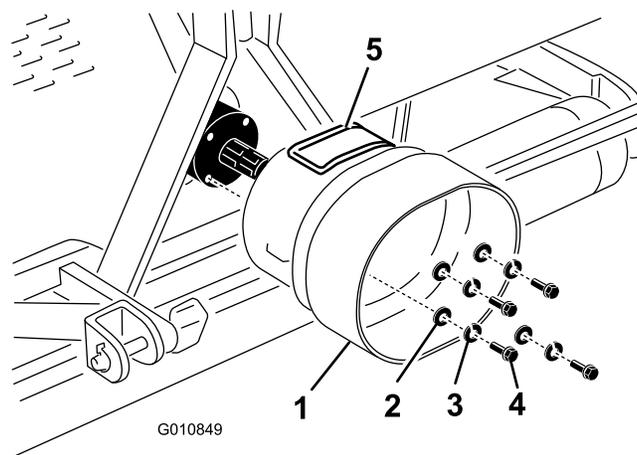

Рисунок 22
1. Отверните 4 болта, снимите стопорные шайбы и плоские шайбы, которые крепят заднюю часть редуктора азэратора (Рисунок 22).
2. Закрепите кожух механизма отбора мощности на редукторе азэратора снятыми ранее крепежными деталями (Рисунок 22). При установке кожуха механизма отбора
мощности проследите, чтобы панель доступа (Рисунок 22) была расположена наверху или сбоку в зависимости от конфигурации рамы аэратора.
Примечание: Панель доступа (Рисунок 22) можно открыть для облегчения снятия и установки деталей крепления вала отбора мощности.